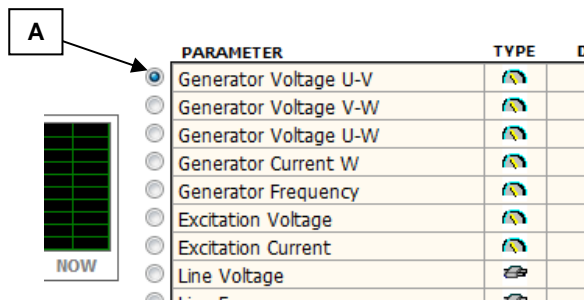

Fig. 5.8.5.a
- ☐ Die Taste C in Abb. 5.8.5.b öffnet ein Fenster zur Konfiguration der Grenzwerte der Ordinate in der Grafik.